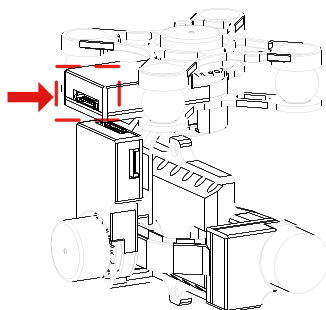

図1-5
- (6) H3-3DジンバルもH3-2DジンバルもPHANTOM 2にケーブルを連続する方法は同じです。本マニュアルには、H3-2Dジンバルのケーブル接続方法を例を挙げます。H3-3Dジンバル使用時、PHANTOM 2の8-Pinケーブルは以下の図の (図1-5) ジンバルのG8口と接続。